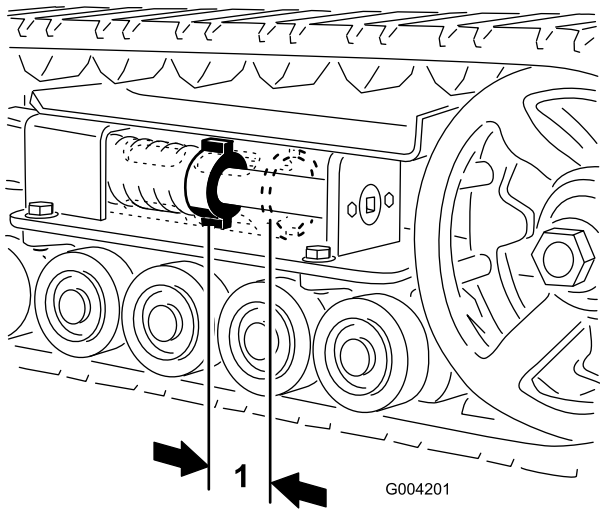

Figura 44
Debe haber una holgura de 7 cm entre la tuerca tensora y la parte de atrás del tubo tensor (Figura 44). Si no es así, ajuste la tensión de las orugas usando el procedimiento siguiente:
4. Usando una llave de tubo de 13 mm, gire el tornillo tensor en sentido antihorario hasta que la distancia entre la tuerca tensora y la parte de atrás del tubo tensor (Figura 44) sea de 7 cm.
11. Gire el tornillo tensor en sentido antihorario hasta que la distancia entre la tuerca tensora y la parte de atrás del tubo tensor (Figura 44) sea de 7 cm.
17. Gire el tornillo tensor en sentido antihorario hasta que la distancia entre la tuerca tensora y la parte de atrás del tubo tensor (Figura 44) sea de 7 cm.